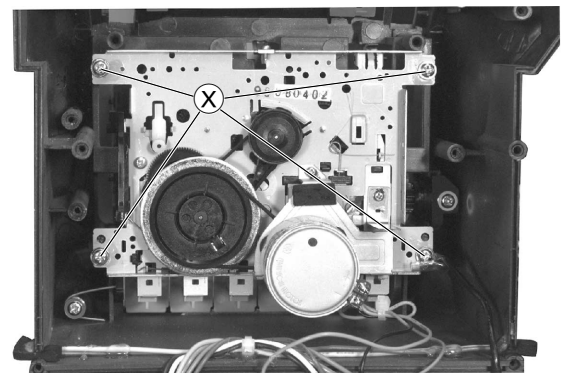

Fig. 25
- Cassettenfach öffnen, 4 Schrauben $\text{\textcircled{X}}$ herausdrehen (Fig. 25) und Laufwerk herausnehmen.
- Open the cassette compartment, undo the 4 screws $\text{\textcircled{X}}$ (Fig. 25) then remove the drive unit.